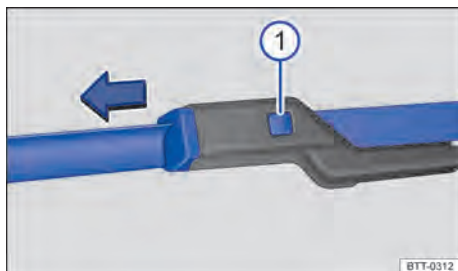

Fig. 176 Substituir as palhetas dos limpadores do para-brisa.
- Manter a tecla de destravamento → Fig. 176 ❶ pressionada e, ao mesmo tempo, retirar a palheta do limpador do para-brisa no sentido da seta.